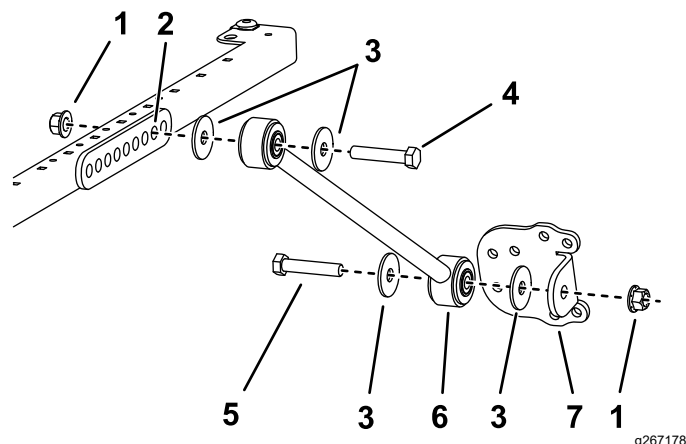

Рисунок 31
- На моделях 30446, 30446N, 30447 и 30447N с каждой стороны рамы солнцезащитного навеса прикрепите, не затягивая, подпорку ко **второму** отверстию кронштейна подпорки с помощью болта ($\frac{1}{2} \times 2\frac{1}{2}$ дюйма), шайбы ($\frac{1}{2}$ дюйма) и фланцевой гайки ($\frac{1}{2}$ дюйма), как показано на Рисунок 31.